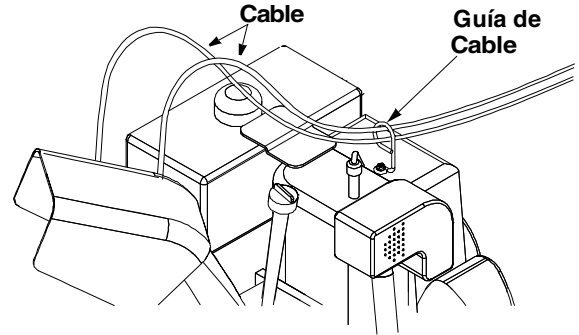

Figura 8
- Deslice los cables que se extienden desde el panel del mango a la canaleta dentro de la guía de cable ubicada al tope del motor. Vea la Figura 8.